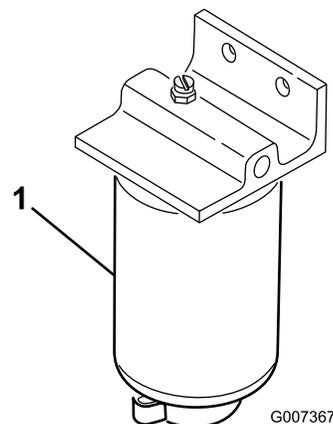

Рисунок 46
1. Подставьте под топливный фильтр чистую емкость (Рисунок 46).
- Очистите область в зоне крепления фильтра (Рисунок 46).